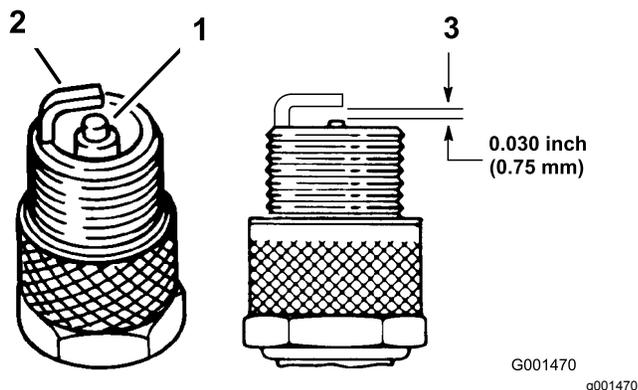

Figure 26
1. Examinez le centre des bougies (Figure 26). Si le bec isolant est recouvert d'un léger dépôt gris ou brun, le moteur fonctionne correctement. S'il est recouvert d'un dépôt noir, cela signifie généralement que le filtre à air est encrassé.
2. Contrôlez l'écartement entre l'électrode centrale et l'électrode latérale (Figure 26). Courbez l'électrode latérale si l'écartement est incorrect.